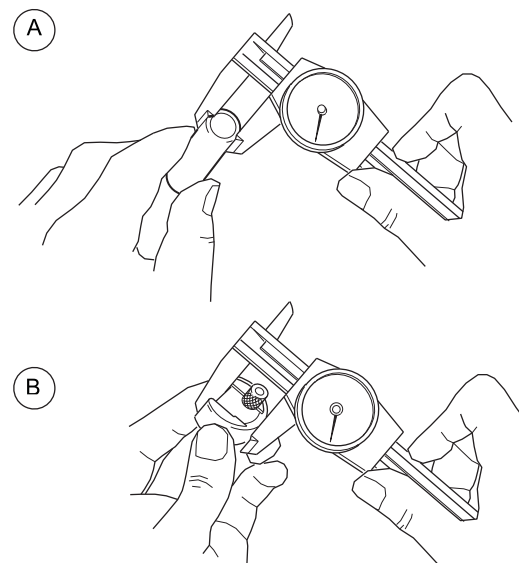

図8：アーク・ギャップ・ゲージを設定する
1. ノギスまたはマイクロメーターを使用して、溶接物の外径サイズを測定します。図8(A)をご参照ください。M200 パワー・サプライの場合、「自動作成」機能を使用すると、アーク・ギャップ・ゲージ設定値を自動で計算します。
3. アーク・ギャップ・ゲージを調節して 54 ページの表の設定値に合わせます。図8(B)をご参照ください。